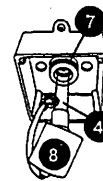

FIGURE 3
3. Enlever la gaine protectrice noire (8) en faisant glisser le long du câble pour l'éloigner de l'écrou à compression (7) (Figure 3).
4. Retirer délicatement la lampe UV (4) du tube de quartz.
6. Retirer l'écrou à compression (7) en le tournant dans le sens contraire des aiguilles d'une montre (Figure 3). Au besoin, utiliser une pince multiprise à crémaillère (Figure 5). Vous remarquerez une rondelle de compression en acier inoxydable (6) qui glisse sur le tube de quartz; il faut conserver cette rondelle (6) pour la réutiliser plus tard (Figure 6). Tenir la bague d'étanchéité noire (13) et retirer délicatement le tube de quartz.
7. Vous pouvez maintenant nettoyer ou remplacer le tube de quartz (2). Pour nettoyer le tube (2), suivre les étapes 8 et 9, puis passer à l'étape 10. S'il faut remplacer le tube (2), sauter les étapes 8 et 9, et passer directement à l'étape 10.
17. Faire glisser la nouvelle lampe UV (4) dans le tube de quartz (Figure 3)
18. Réinstaller la gaine protectrice noire (8) sur l'écrou à compression (7).
19. Réinstaller le couvercle (10) et le joint d'étanchéité (9), et visser le tout en place.